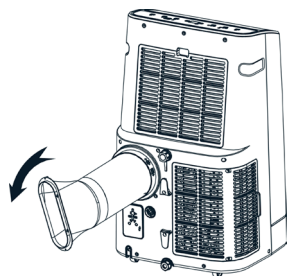

Figure 1
- **Installer l'ensemble du tuyau de chauffage (comme indiqué dans la figure 1)** visser l'ensemble du tuyau de chauffage (extrémité du raccord d'évacuation) dans l'orifice d'évacuation du panneau arrière (dans le sens inverse des aiguilles d'une montre).